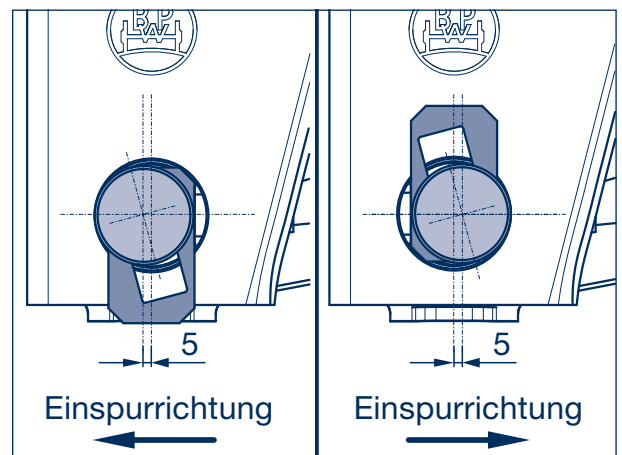

Bild 10
- [12] Zur Korrektur die Sicherungsmuttern (1168, SW 36 / SW 46) am Federbolzen (1154) etwas lösen und die Kulissenscheibe (1161) beidseitig, je nach Einspurrichtung, nach oben bzw. nach unten gleichmäßig mit leichten Hammerschlägen verschieben (Bild 10 und 11).